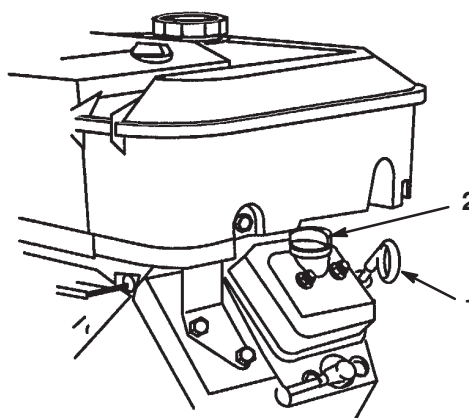

Figure 10
2. Retirez la jauge et essuyez-la sur un chiffon propre (Fig. 10). Remettez la jauge dans le tube en vérifiant qu'elle est enfoncée au maximum. Sortez de nouveau la jauge et vérifiez le niveau d'huile.
3. Si le niveau d'huile est bas, retirez le bouchon de remplissage du couvre-culasse (Fig. 10) et ajoutez la quantité d'huile nécessaire pour amener le niveau au repère maximum sur la jauge. Reportez-vous à la section Huile moteur, page 26, pour connaître le type d'huile et la viscosité qui conviennent. Versez l'huile lentement et vérifiez souvent le niveau durant la procédure. **Ne remplissez pas excessivement.**